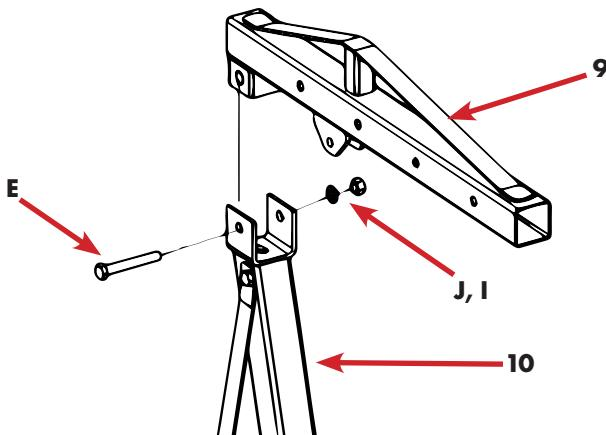

Fig.13
- Poser le bras de support sur le logement supérieur de l'Holmes, comme illustré sur la fig.13.
Légende figure 13 (voir aussi page 15, figure 2 et tableau 1)